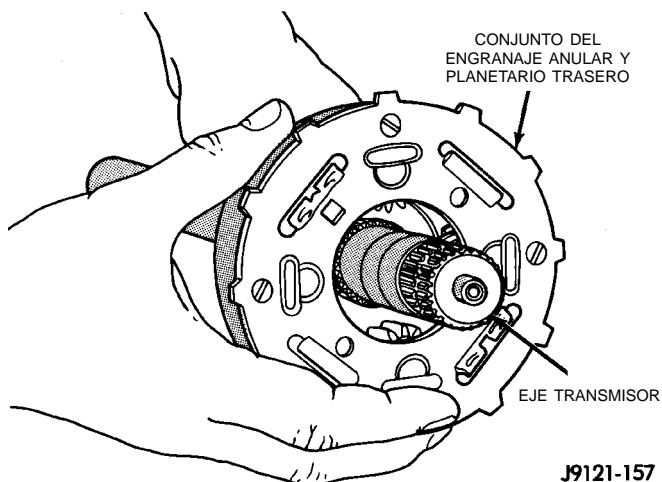

Fig. 182 Instalación del anular y planetario traseros en el eje transmisor
(5) Instale el engranaje planetario trasero y el engranaje anular trasero ensamblados en el eje transmisor (Fig. 182). Verifique que el conjunto esté totalmente asentado en el eje.